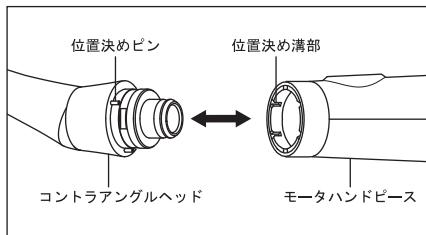

図2
- 2) コントラangledヘッドの位置決めピンと、モータハンドピースの位置決め溝部を合わせて「カチッ」とロックするまで挿し込みます。コントラangledヘッドは6パターンの角度で取り付けることができます。(図2)